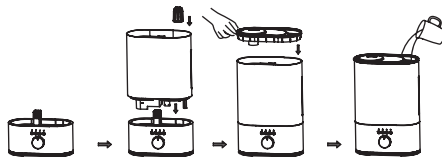

Рис. 3
1. Снимите крышку резервуара, наполните резервуар отфильтрованной или очищенной водой или поднесите резервуар к крану, чтобы наполнить его водой. Не превышайте уровень отверстия выхода пара. Есть возможность наполнить резервуар водой, используя верхний залив. Поднесите емкость с водой к крышке резервуара для воды и налейте отфильтрованную воду через отверстия (см. рис. 3).